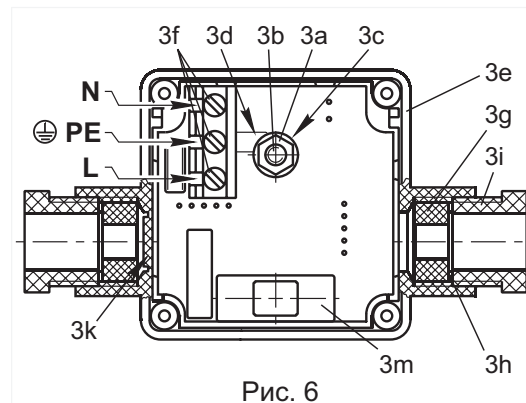

Рис. 6
4.3.3 На лицевой поверхности клеммной коробки открытые четыре винта крепления крышки. Снимите крышку клеммной коробки вместе с резиновым уплотнением. Клеммная коробка со снятой крышкой показана на рис. 6.